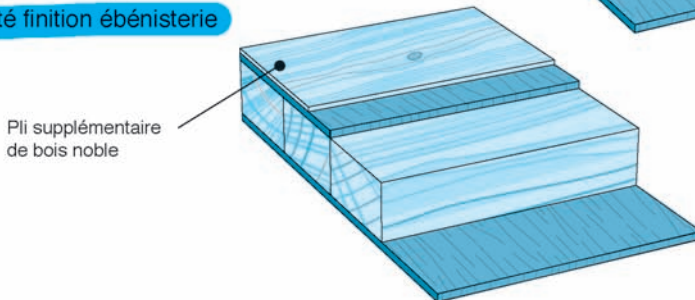

Figure 5 : Les contreplaqués
Comme leur nom l'indique, les contreplaqués sont composés de plusieurs couches de placage collées entre elles. Le sens du fil est croisé à angle droit d'une couche à l'autre, ce qui a pour effet d'annuler les mouvements du bois et permet une stabilité en service excellente. Les couches de placage sont obtenues par déroulage du tronc ou par tranchage de fines couches (figure 5, page suivante).
- le *latté* (figure 5), dont l'âme se compose de lattes en peuplier, pin ou okoumé (épaisseur totale de 15 à 40 mm) ; le *lamellé* constitue une variante des lattés, dont l'âme se compose de lamelles disposées sur chant ; les panneaux lamellés sont plus chers que les lattés.